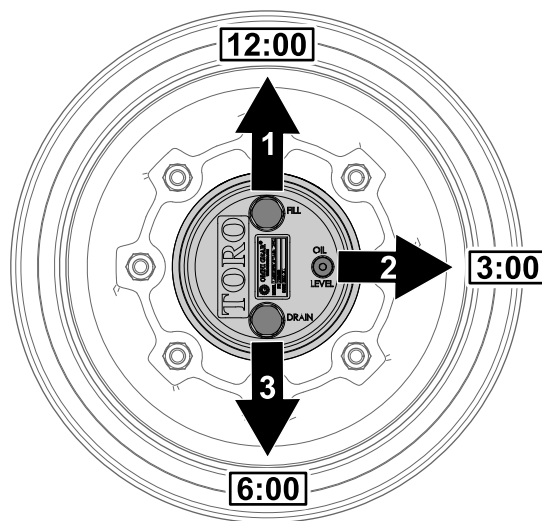

図 104
1. 水平な床面で、補給プラグが時計の12時の位置、点検プラグが3時、ドレンプラグが6時の位置を指すように駐車する 図 104。
2. 3時の位置にある点検プラグを外す 図 104。オイルが点検穴の下ふちまであれば適正である。
1. 水平な床面で、補給プラグが時計の 12 時の位置、点検プラグが 3 時、ドレンプラグが 6 時の位置を指すように駐車する図 104 プラネタリギアオイルの点検 (ページ 68) を参照。